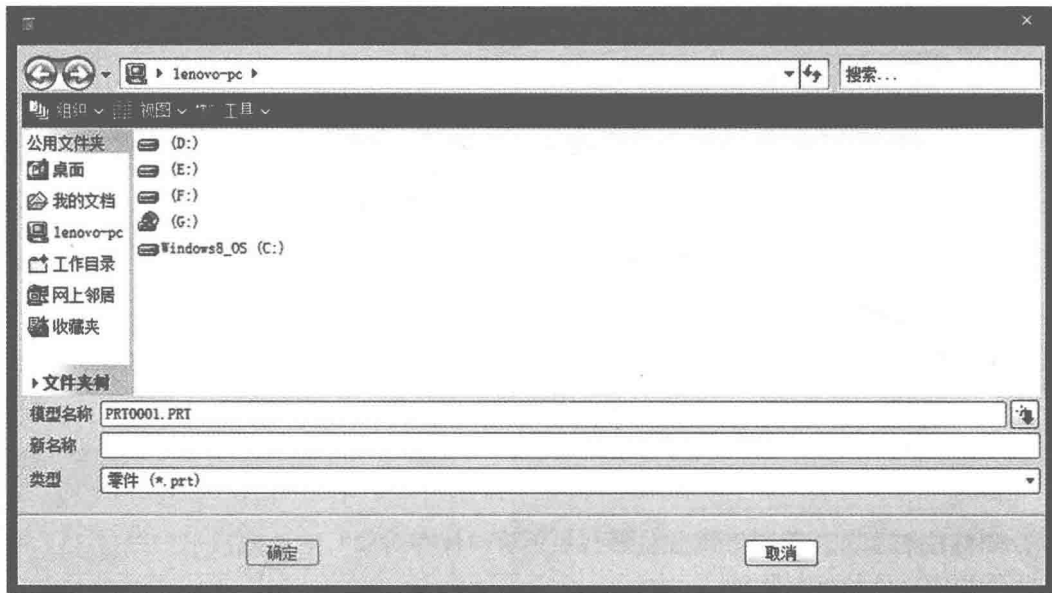

图 1-7 “保存副本”对话框
- ①选择菜单栏中“文件”下拉菜单中的“保存副本”命令，系统将弹出如图 1-7 所